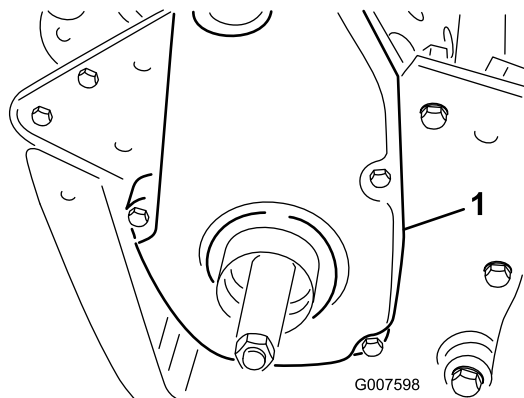

Рисунок 45
6. Снимите задний кожух ремня с правой стороны машины (Рисунок 45).